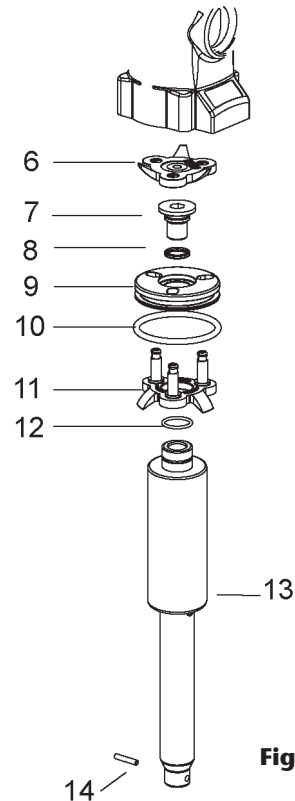

Fig. 6
- Unscrew the suction tube. Be careful not to damage O-ring (24).
- Remove pin (14) to separate the lower part of the pump (fig. 6).
- Remove screws (22) and pull the air motor dolly to remove it. The air motor parts will be accessible.
- Replace parts (18) and (15) if required.
- Desenrosque el tubo de succión con cuidado de no dañar la junta de unión (24).
- Quite el pasador (14) para separar la parte inferior de la bomba (fig. 6).
- Desatornille los tornillos (22) y tire de la cazoleta hacia arriba de forma que quedarán todas las piezas del cuerpo motor de aire al descubierto.
- Sustituya las piezas (18) y (15) si fuera necesario.
- Dévissez le tuyau d'aspiration en faisant attention de ne pas endommager le joint torique (24).
- Retirer la broche (14) pour séparer la partie inférieure de la pompe (fig. 6).
- Dévissez les vis (22) et tirez la culasse jusqu'à ce que toutes les parties du corps du moteur d'air soient séparées.
- Remplacer les pièces (18) et (15) si nécessaire.